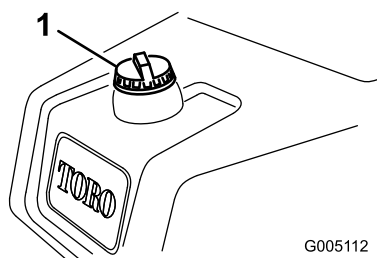

Figura 24
1. Limpe a zona em torno da tampa do depósito de combustível (Figura 24).